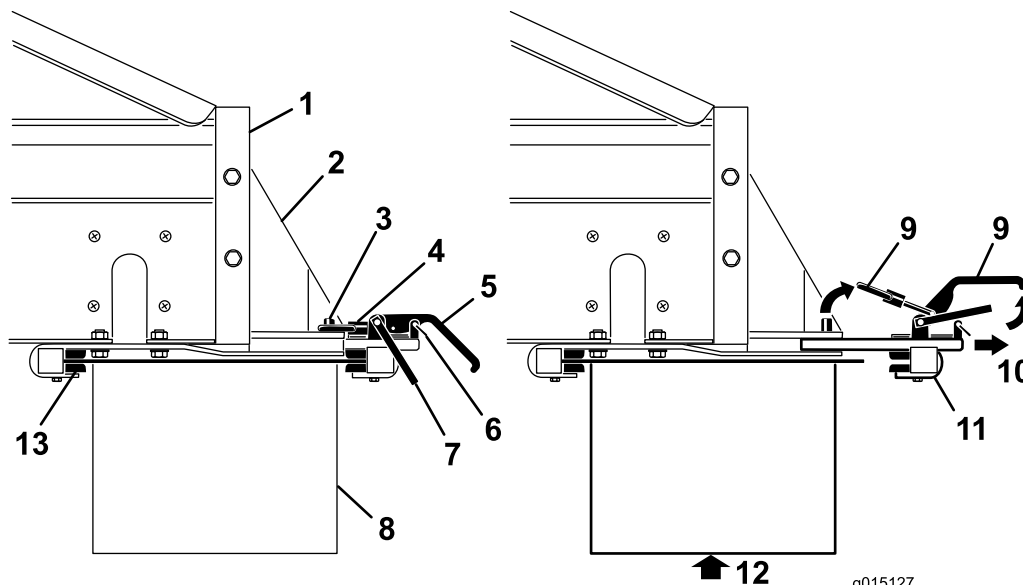

Figura 41
- Rimuovete le clip dei fermi di sicurezza dalle maniglie di attacco (Figura 41).
- Sollevate il fermo di sicurezza, poi le maniglie di attacco dell'accessorio e liberate gli anelli di bloccaggio dai perni di bloccaggio ((Figura 41).
- Estraete il gruppo di attacco posteriore dell'accessorio dalle fessure di attacco rapido (Figura 41).
- Con l'aiuto di una persona, inserite il bordo anteriore dello spargitore doppio sopra e sotto la parte posteriore della macchina nei morsetti anteriori sulle staffe (Figura 41).
- Sostenete lo spargitore doppio, facendo scorrere contemporaneamente il gruppo di attacco posteriore dell'accessorio nelle fessure delle staffe, sulla parte posteriore (Figura 41).
- Montate le clip dei fermi di sicurezza sulle maniglie di attacco (Figura 41).